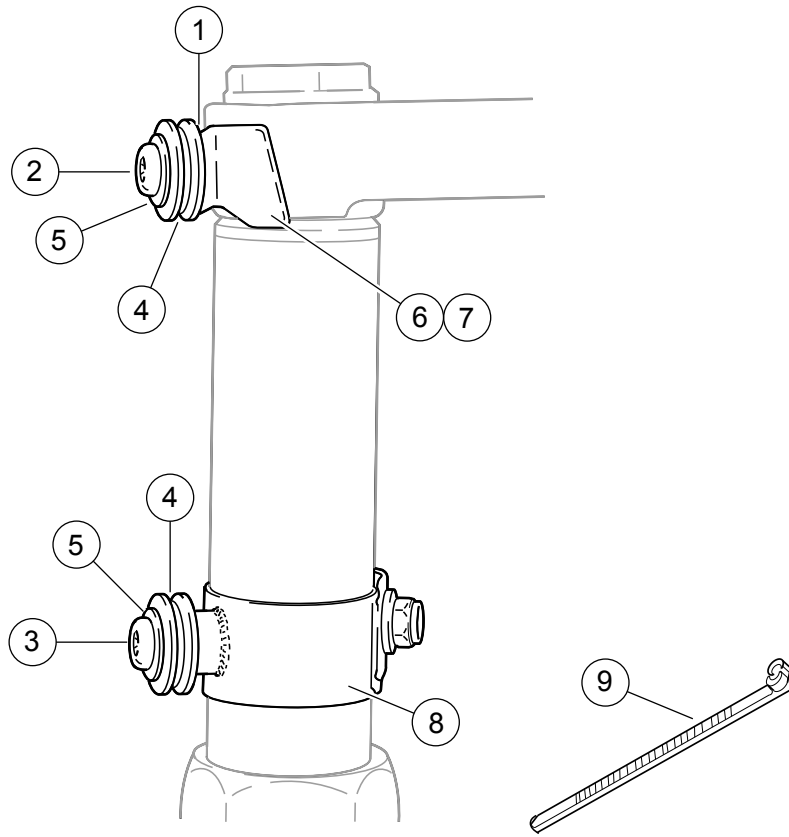
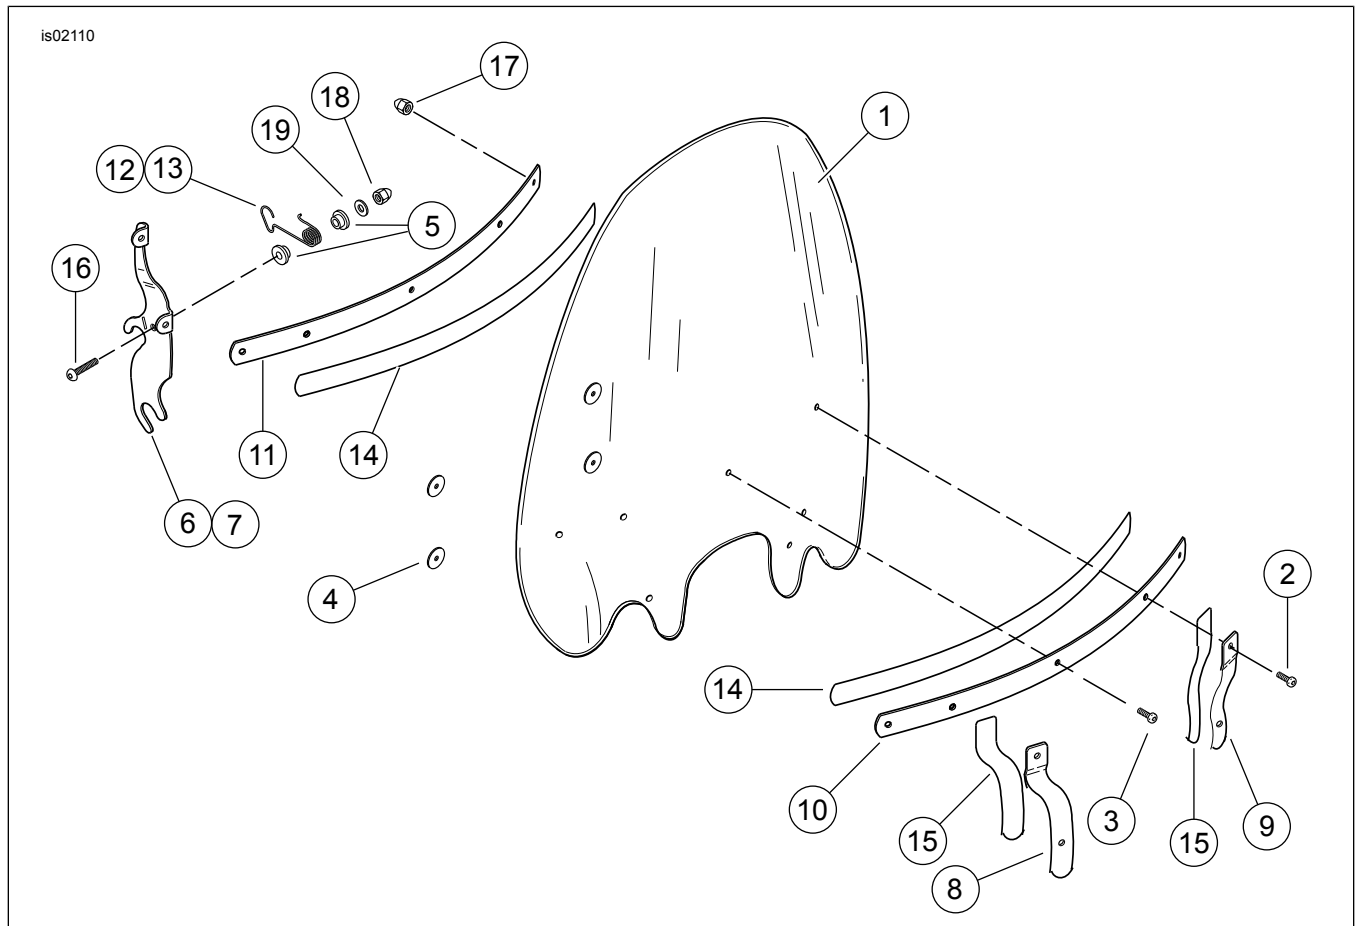

Abbildung 4. Ersatzteile: Montagekit
Abbildung 5. Ersatzteile: Windschutzscheibensatz
Siehe Abbildung 4 und Tabelle 2, Abbildung 5 und Tabelle 3.
4. Siehe Abbildung 4. Befestigungsteile für die untere Windschutzscheibenbefestigung zusammenbauen. In der folgenden Reihenfolge zusammenbauen und Baugruppe lose lassen:
- b. Die flache Unterlegscheibe (5) und Buchse (4) auf die Schraube (3) setzen und auf der Schelle befestigen.
5. Siehe Abbildung 5. Die Befestigungsteile zur Befestigung des oberen Teils der Windschutzscheibe, wie in der Abbildung dargestellt zusammenbauen und die Halbrundkopfschrauben anziehen auf 20 N·m (15 ft·lb). Das Distanzstück (1), nicht in der Abbildung sichtbar, passt zwischen die Sicherungsdrahthalterung (6, 7) und die obere Gabelbrücke.
6. Die beiden oberen Windschutzscheiben-Montagebacken in die Rillen der oberen Buchsen (4, in Abbildung 4) einhaken, dann die unteren Schellen-Baugruppen nach oben schieben, bis die unteren Buchsen fest in die unteren Windschutzscheibenbacken passen.
7. Bei angebrachter Windschutzscheibe die Befestigungsteile der unteren Schelle (8) festziehen, indem zunächst die Schellenmutter auf ein Drehmoment von 14 N·m (10 ft·lb) angezogen wird. Stellen Sie sicher, dass sich die Schelle während des Anziehens nicht dreht.